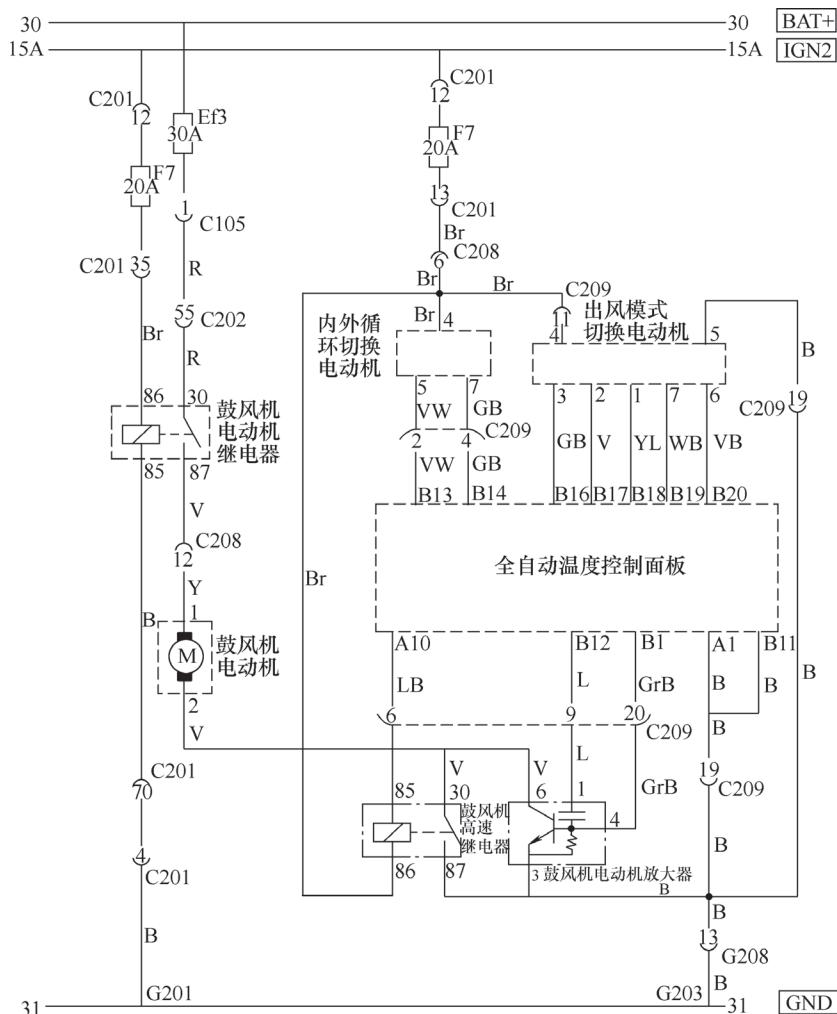
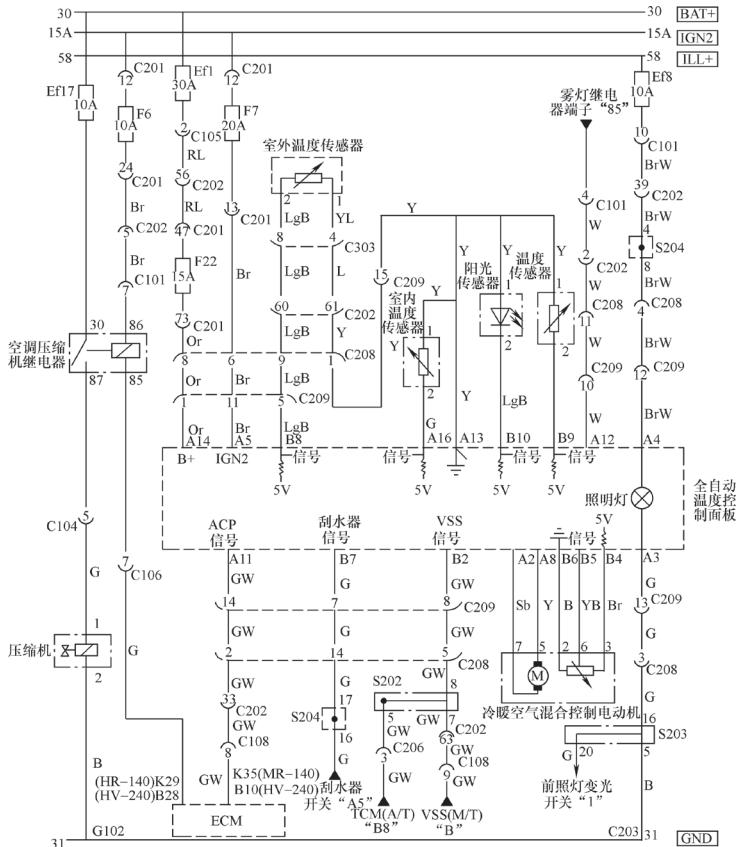

图 5-67 自动空调系统控制电路 (1)
图 5-68 自动空调系统控制电路 (2)
2) 自动空调系统控制电路如图 5-67、图 5-68 所示。